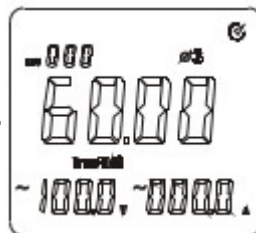

Figura 12-3
• Como muestra la figura 12-3, presione la tecla “SELECT” para elegir la tercera fase ($\phi 3$) de un sistema trifásico de 4 cables. También puede mostrar la potencia aparente, tensión y corriente de la fase 3 ($\phi 3$).